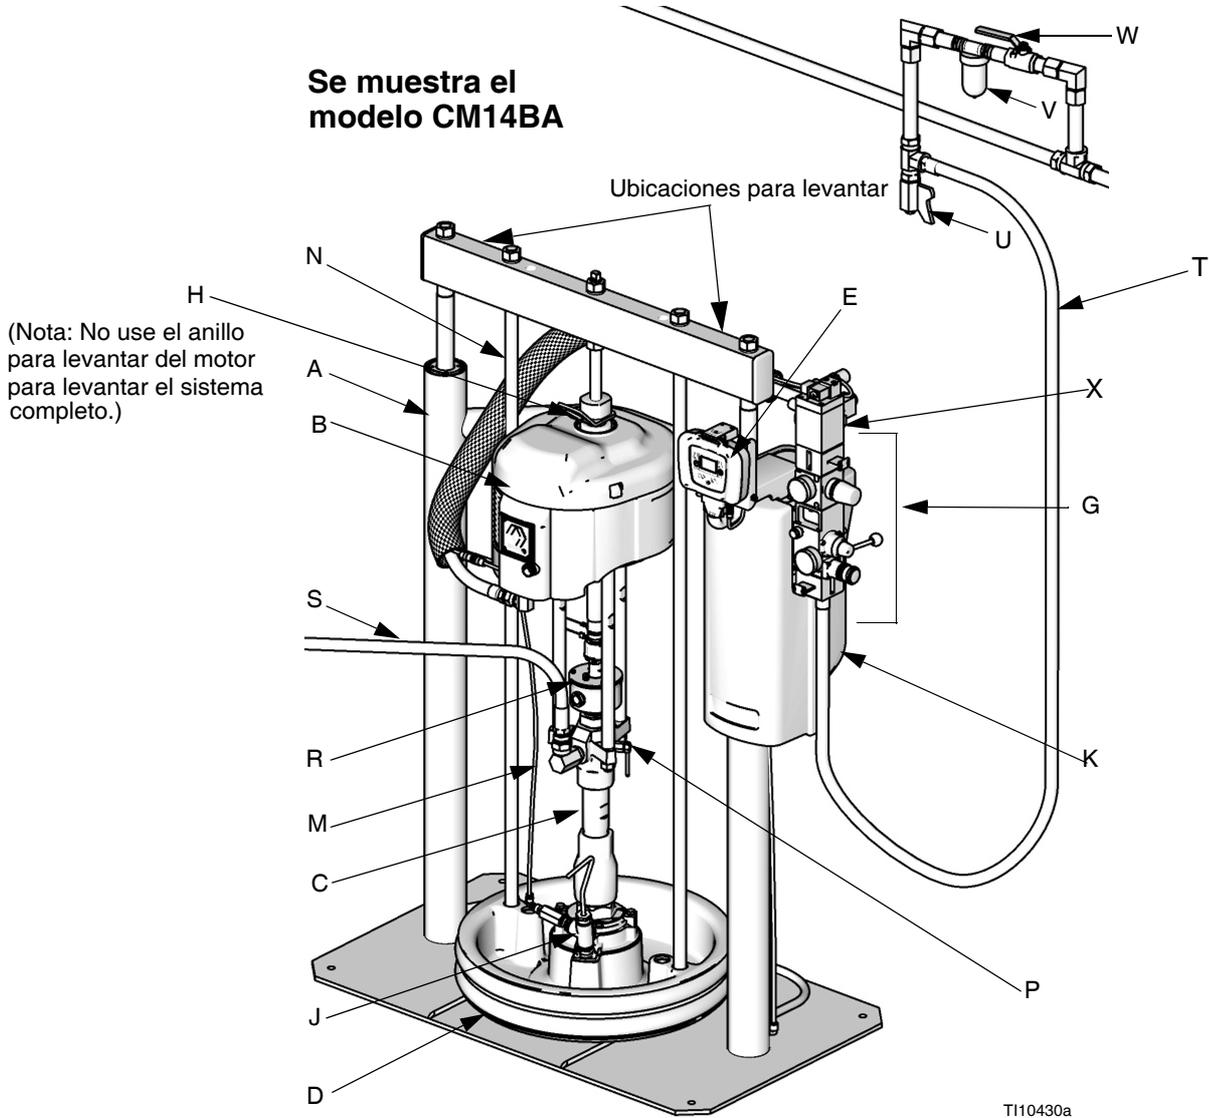
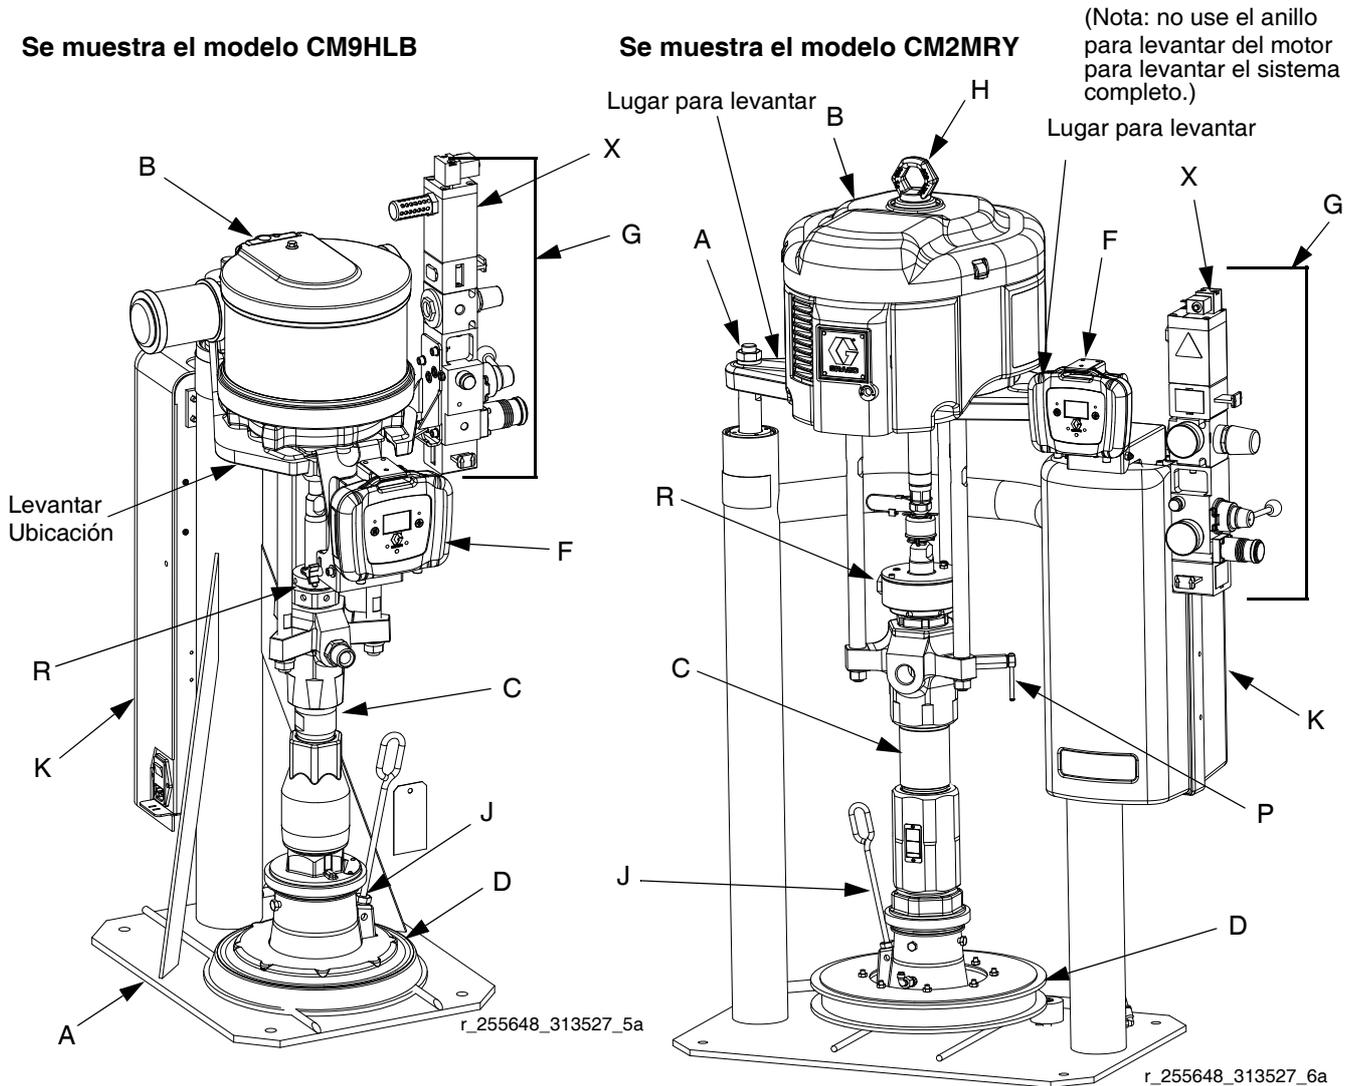

FIG. 1
FIG. 2
| A | Conjunto de ariete | U | Válvula de drenaje de la tubería de aire (no suministrada, vea la FIG. 1) |
| B | Motor neumático | V | Filtro de aire (no suministrado, vea la FIG. 1) |
| C | Bomba de desplazamiento | W | Válvula de cierre de aire con purga (no suministrada, ve la FIG. 1) |
| S | Tubería de fluido (no suministrada, vea la FIG. 1) | | |
| T | Tubería de aire (no suministrada, vea la FIG. 1) | | |
- **Válvula deslizante principal de aire (BA):** abre y cierra el aire hacia el sistema. Cuando está cerrada, la válvula alivia la presión corriente abajo.
- **Regulador de aire del ariete (BB):** controla la presión para elevar y bajar el ariete y la presión de descarga.
- **Válvula directora del ariete (BC):** controla la dirección del ariete.
- **Lumbrera de escape con silenciador (BD)**
- **Regulador de aire del motor (BE):** controla la presión de aire hacia el motor.
- **Válvula deslizante del motor neumático (BF):** abre y cierra el aire hacia el motor. Cuando está cerrada, la válvula alivia el aire atrapado entre ella y el motor neumático. Presione la válvula para cerrar. **DataTrak remoto:** la válvula de solenoide de aire (X, FIG. 1), la válvula deslizante del motor neumático (BF) y la válvula deslizante principal de aire (BA) deben estar abiertas para que fluya el aire. (Vea **Configuración de DataTrak remoto**, página 23.)
- **Botón de descarga (BG):** conecta y desconecta el aire para empujar el plato hacia afuera de un bidón vacío.
Vea la FIG. 1.
FIG. 1, Las FIG. 2 y FIG. 6 son solo guías para seleccionar e instalar los componentes y accesorios del sistema. Comuníquese con el distribuidor de Graco para obtener ayuda para diseñar un sistema adecuado a sus necesidades particulares.
Levante siempre el sistema de suministro en las ubicaciones apropiadas para levantar (vea las FIG. 1, FIG. 2 y FIG. 6). No lo levante de ninguna otra forma.
3. Conecte la tubería de aire de la fuente de aire en la entrada de aire del sistema. Vea la FIG. 1 o la FIG. 2. Consulte las curvas de rendimiento de la bomba en el manual 312376 para determinar sus necesidades de caudal de suministro de aire. Use una manguera de suministro capaz de satisfacer el caudal necesario.